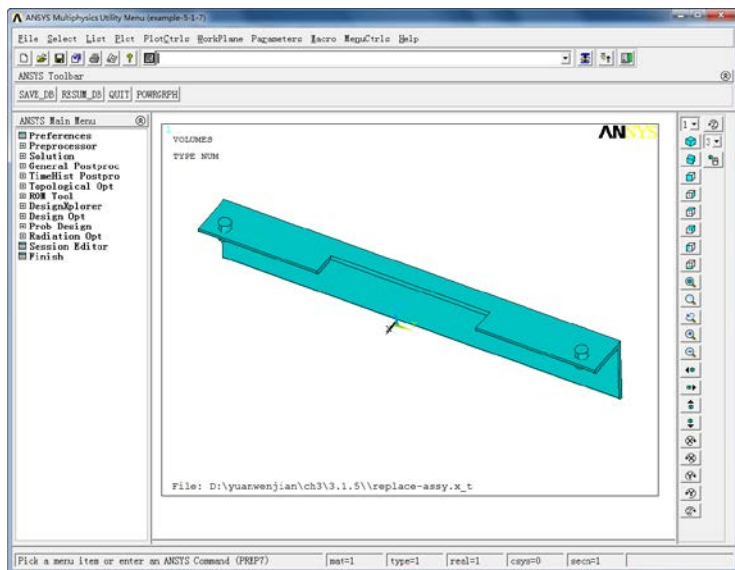

图 3-29 输入 Parasolid 文件后的结果
⑤选择实用菜单 Utility Menu: File > Import > SAT...
⑥在打开文件对话框中选择“axi2.x_t” Parasolid 文件，然后单击“OK”按钮。
④打开“Normal Faceting”。
①选择实用菜单 Utility Menu: PlotCtrls > Style > Solid Model Facets...
②在打开的对话框中，在下拉列表中选择“Normal Faceting”，然后单击“OK”按钮。
③选择实用菜单 Utility Menu: Plot > Replot。
⑤打开实体编号开关。
①选择实用菜单 Utility Menu: PlotCtrls > Numbering...
②在打开的对话框中，将实体编号开关将实体编号开关设为“on”，然后单击“OK”按钮。
③选择实用菜单 Utility Menu: Plot > Volumes。
⑥保存数据库。在工具条上单击“SAVE_DB”按钮，得到如图 3-29 所示的结果。